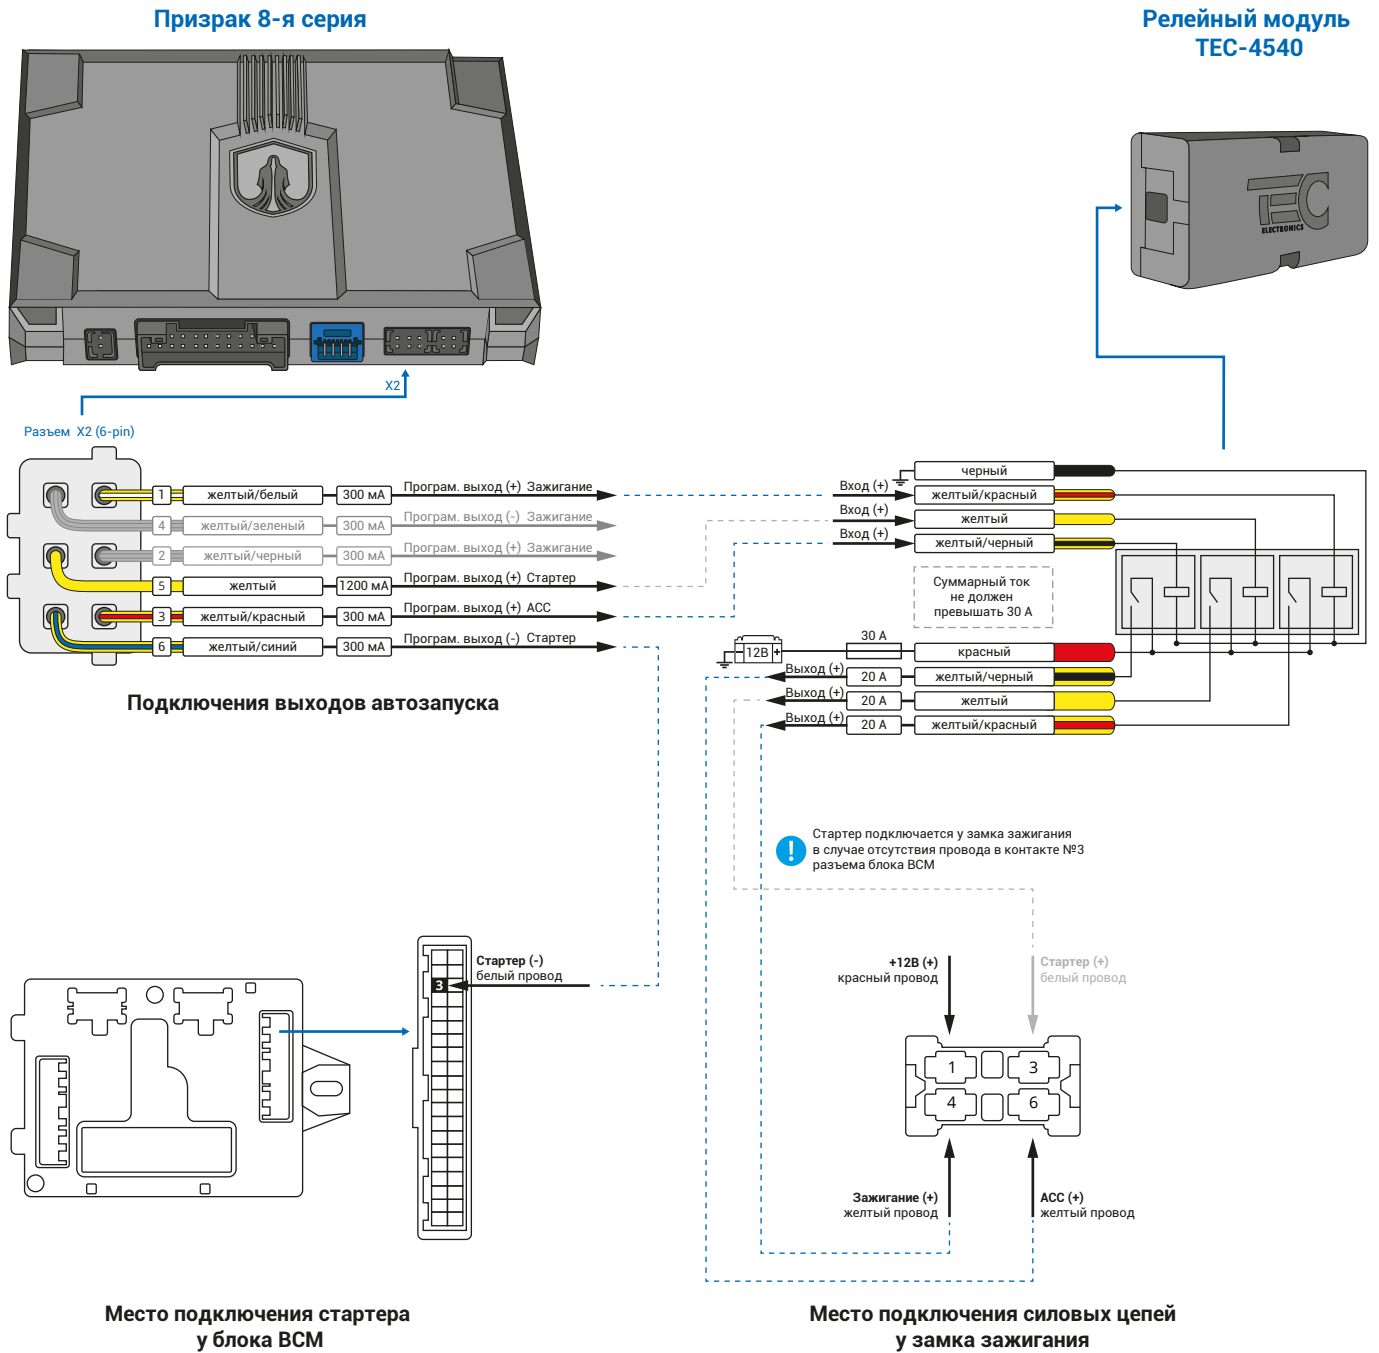

Рис.2 Схема подключения автозапуска
2. Осуществите подключение цепей автозапуска. Подключение к автомобилю производится у замка зажигания и блока BCM. Для подключения силовых цепей у замка зажигания используйте релейный модуль TEC-4540 (см. рис. 2).